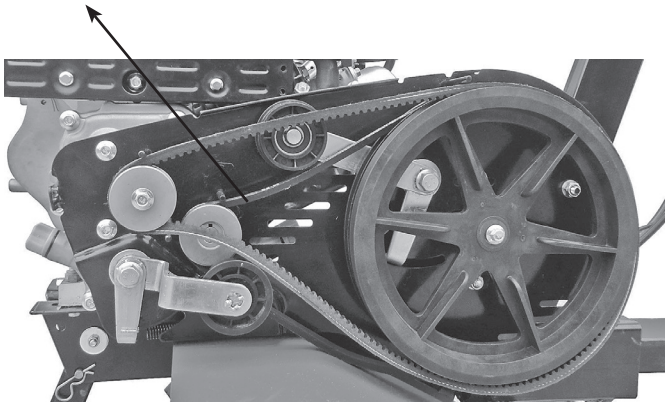

Figure 10
- Si la tension de la courroie est en dehors de la plage de tension normale, elle doit être réglée. Desserrer les 4 écrous sur le moteur (voir Fig. 10 et 11).